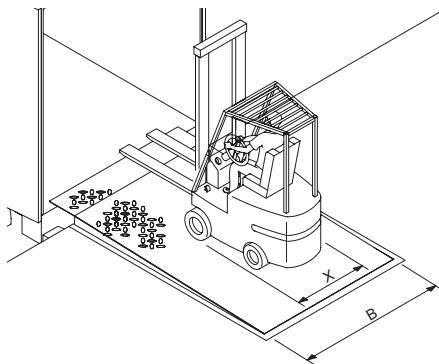

Рис. 3. Ограничения по эксплуатации погрузочных средств
- Не превышайте максимальную нагрузку на платформу (6 тонн). Максимальная нагрузка соответствует сумме веса погрузчика, весов перевозимого груза и водителя. Разрешается использование погрузочного оборудования (погрузчики, электрические тележки, гидравлические ручные тележки и т. п.), у которого максимальная ширина расположения колес **X** меньше ширины платформы **B** как минимум на 700 мм (рис. 3). При этом контактные поверхности небольшого размера у небольших и жестких колес могут вызвать серьезные деформации платформ, не рассчитанных на такие нагрузки. Подобная деформация (колея) является допустимой в соответствии с указанными в стандарте EN 1398 предельно-допустимыми значениями.